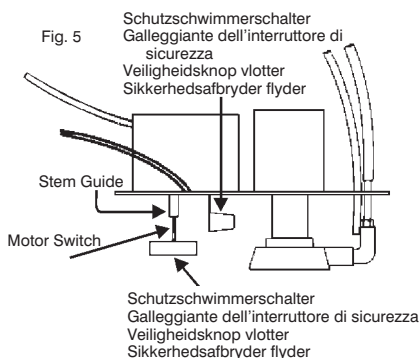

Fig. 5
3. Provare l'interruttore del motore sollevando con le dita il relativo galleggiante (vedere l'illustrazione). Il motore dovrebbe avviarsi appena prima che la graffa circolare sul retro tocchi la guida del retro stesso. (Fig. 5)
3. Test de motorschakelaar door de motorschakelaarvlotter met de vinger (zie schets) op te tillen. De motor moet aanslaan net voor de "circlip" op de as in contact komt met de asgeleider. (Fig. 5)